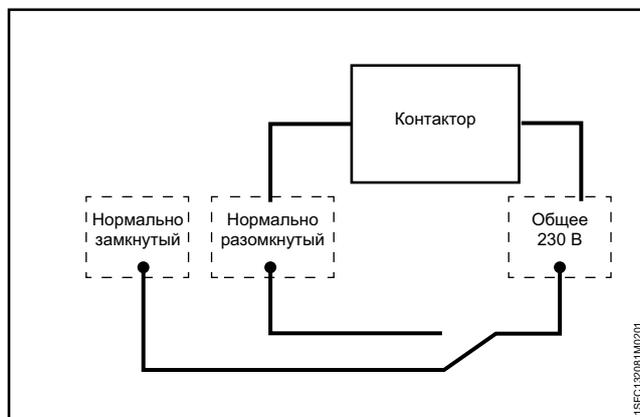

Рис. 7.8
Каждое реле оснащено тремя клеммами: одной общей клеммой (COM), одной нормально разомкнутой клеммой (NO) и одной нормально замкнутой клеммой (NC). См. **Рис. 7.8**.